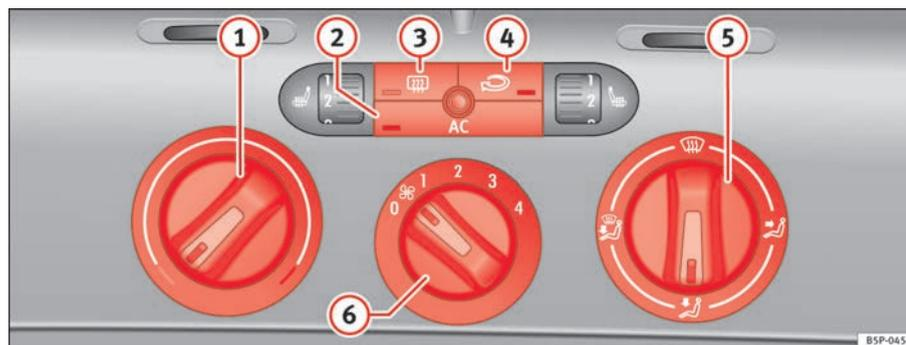

Fig. 126 Comandos do Climatic no painel de instrumentos
- Com os reguladores ⇒ fig. 126 1 e 5 e com o interruptor 6 é ajustada a temperatura, a distribuição do ar e o nível do ventilador.
- Ligar o ar condicionado com o botão ⇒ página 161, fig. 126 .